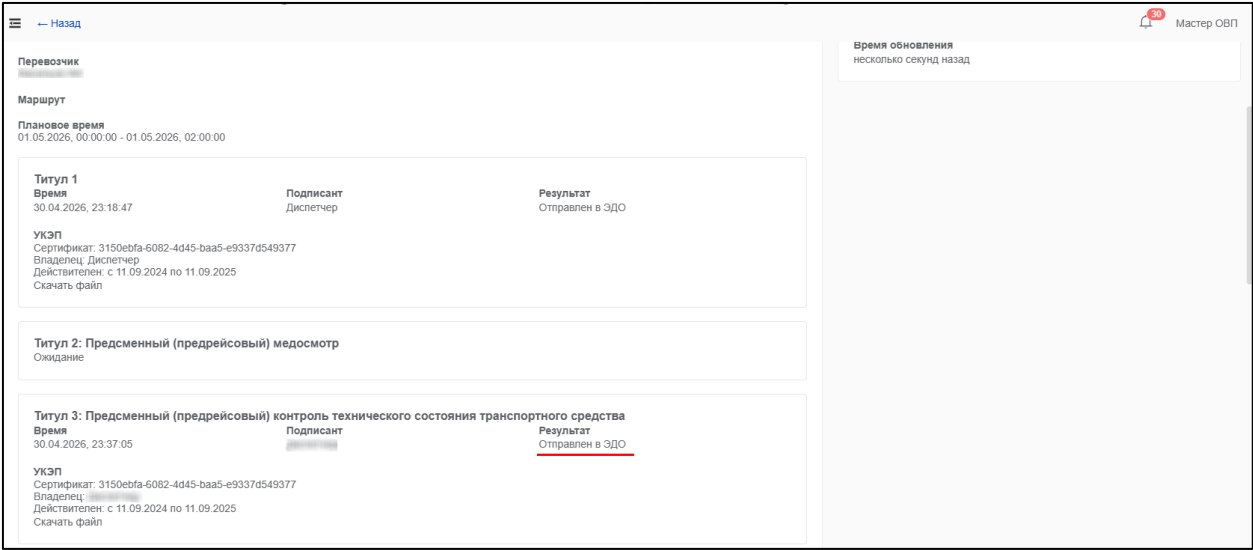

Рисунок 51 – Статус отправки Титула 3 в ЭДО
9) Титул 3 ЭПЛ отправлен в систему оператора ЭДО для регистрации в ГИС ЭПД (Рисунок 51).